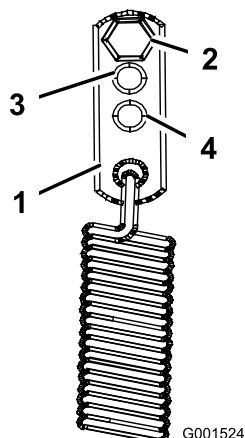

Bild 40
3. Versetzen Sie die Federanker-Lenker für eine schwierige Fahreinstellung in die mittlere oder schwere Stellung (Bild 40). Die Federanker-Lenker sind an der hinteren oberen Ecke der Hydraulikantrieb-Schutzbleche an der rechten und linken Seite der Maschine befestigt.